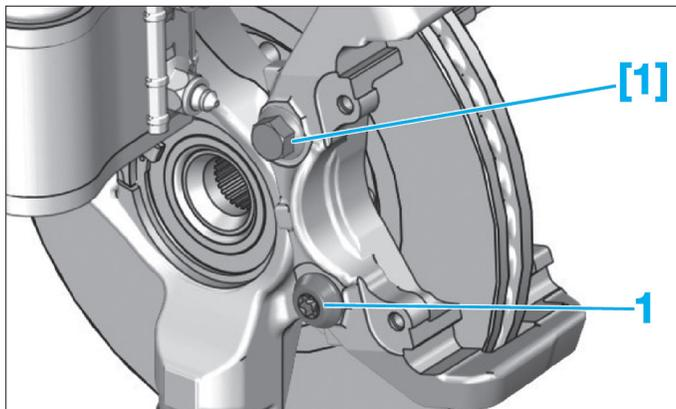

Fig. 19
[1]. Vis de type M12 x 150, non préenduite et propre (Fig.19).
- la vis [1] à la place de la vis supérieure de fixation (1),
- la vis de fixation inférieure (1).
- Serrer la vis [1] puis la vis préenduite (1) neuve à  $3 \pm 0,3$  daN.m (Fig.19).
- Déposer la vis [1] puis la remplacer par la 2e vis neuve (1) préenduite et la serrer à  $3 \pm 0,3$  daN.m.
- Effectuer un serrage angulaire de  $45^\circ \pm 3^\circ$  des vis (1).